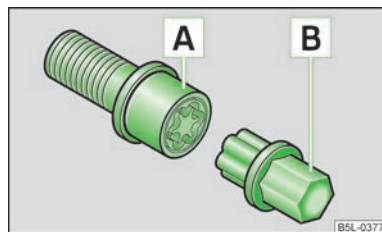

Fig. 112
- Insérez à fond l'adaptateur [B] » fig. 112 sur son côté denté jusqu'en butée dans la denture intérieure du boulon antivol [A] de telle façon qu'il dépasse encore du six-pan extérieur » fig. 112.